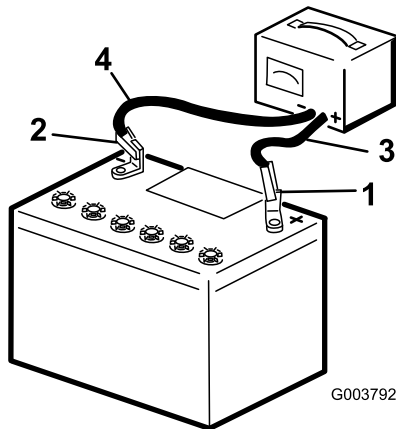

Figura 62
- Cargue la batería durante 4 a 8 horas a un ritmo de 3 a 4 A (Figura 62). No sobrecargue la batería.
- Cuando la batería esté completamente cargada, desconecte el cargador de la toma de electricidad, luego desconecte los cables del cargador de los bornes de la batería (Figura 62).